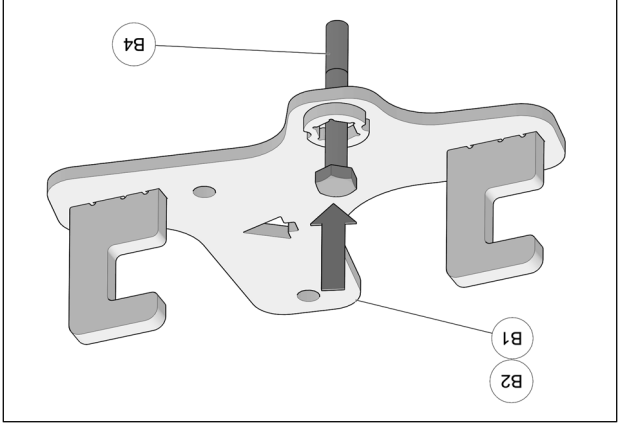

Fig. 4
5. Insérer un boulon M10x80mm (B4) dans la plaque d'ancrage (B1-B2), tel que montré à la Fig. 4